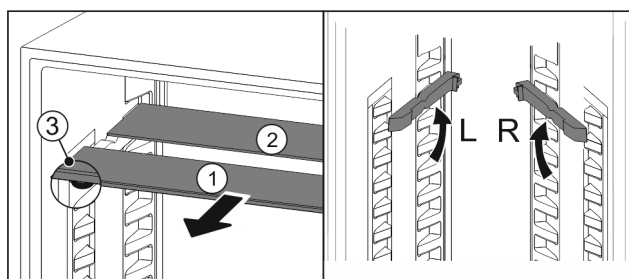

Fig. 71
- ▶ Steklene plošče posamično izvlecite *Fig. 71 (1)* naprej.
- ▷ Steklena plošča *Fig. 71 (1)* z okrasno letvijo je spredaj.
- ▷ Zaustavljalniki *Fig. 71 (3)* so obrnjeni navzdol.